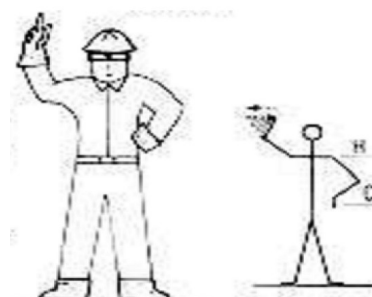

Figura 4
25. ¿Qué indica el señalista de la figura 4? (en base a lo establecido en la norma UNE 003):